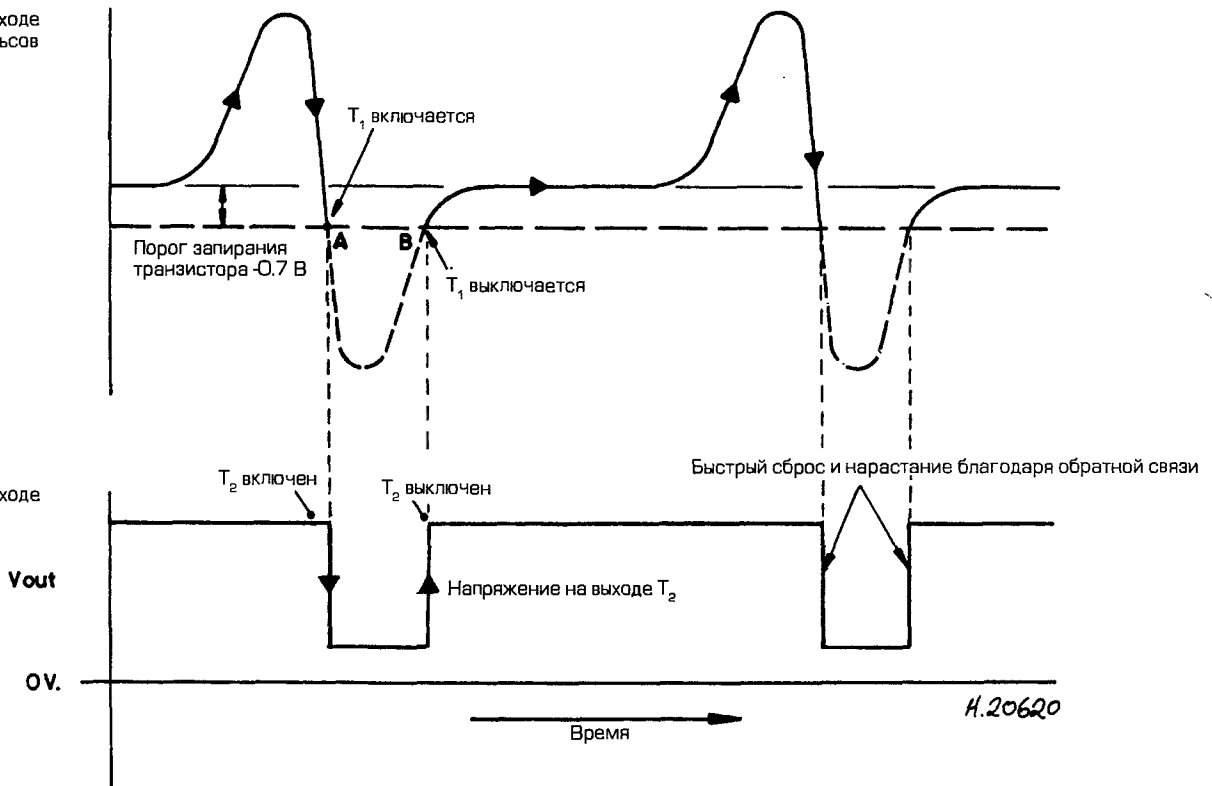

Рис. 6.72. Напряжение на входе и выходе триггера Шмидта
- б) Если напряжение на базе T_1 станет ниже -0.7 В (например, -0.8 В) транзистор окажется запертым и через его коллектор перестанет течь ток. Это происходит в тот момент, когда выходной сигнал индукционного датчика достигает точки А (см. рис. 6.72). Транзистор T_1 запирается, а T_2 отпирается. Через резистор R_5 начинает течь ток и напряжение на коллекторе T_2 падает. Увеличение тока через T_2 создает падение напряжения на R_4 , которое ускоряет переброс транзистора T_1 в запертое состояние - пример положительной обратной связи.
- в) Когда сигнал на входе триггера снова достигает значения ~ 0.7 В (точка В на рис. 6.72), через транзистор T_1 снова начинает течь ток. Падение напряжения на резисторе R_3 снижает напряжение на базе транзистора T_2 и ток через него уменьшается. Это, в свою очередь уменьшает падение напряжения на R_4 и транзистор T_1 быстро отпирается. Таким образом, состояние триггера возвращается к исходному положению и на выходе устройства (в точке С) напряжение снова становится максимальным.